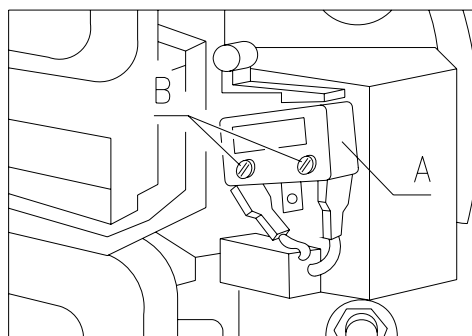

Abb. 17
8.9 AUSWECHSELN MIKROSCHALTER ENTNAHMEKLAPPE ABB. 17